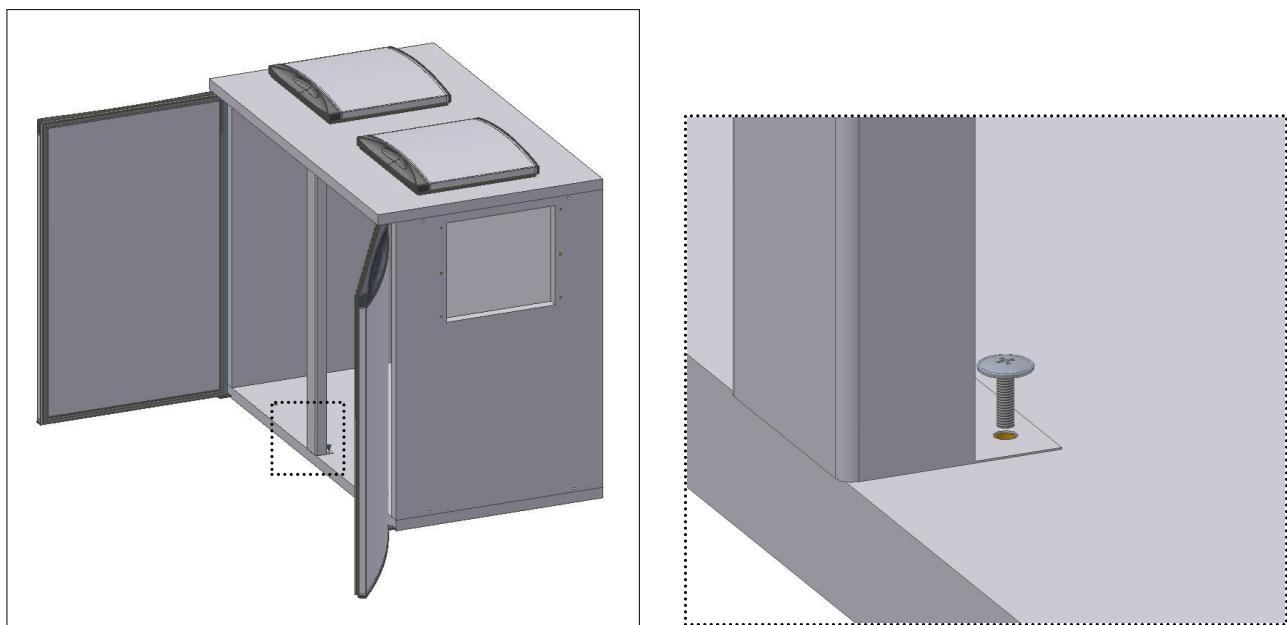

Fig. 10
- Fixer **le pilier** sur le panneau du dessus et du fond (Fig.10);